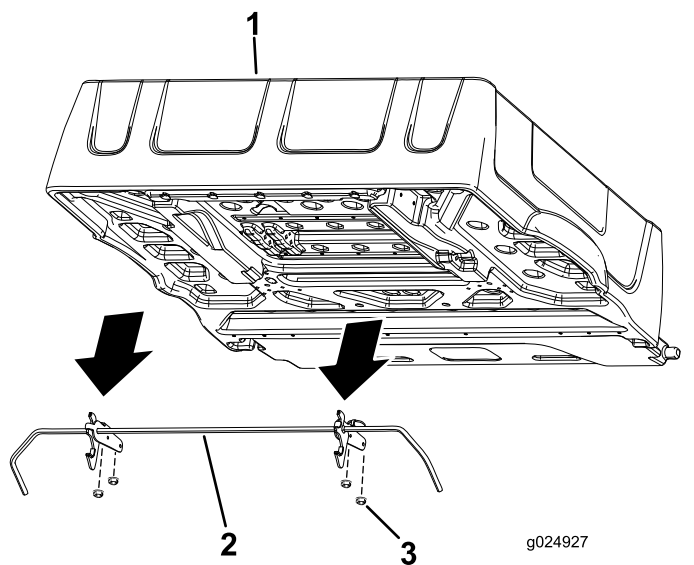

Figura 3
6. Retire las 4 tuercas con arandela prensada que sujetan los soportes de la varilla de cierre a la cara inferior de la plataforma (Figura 3).